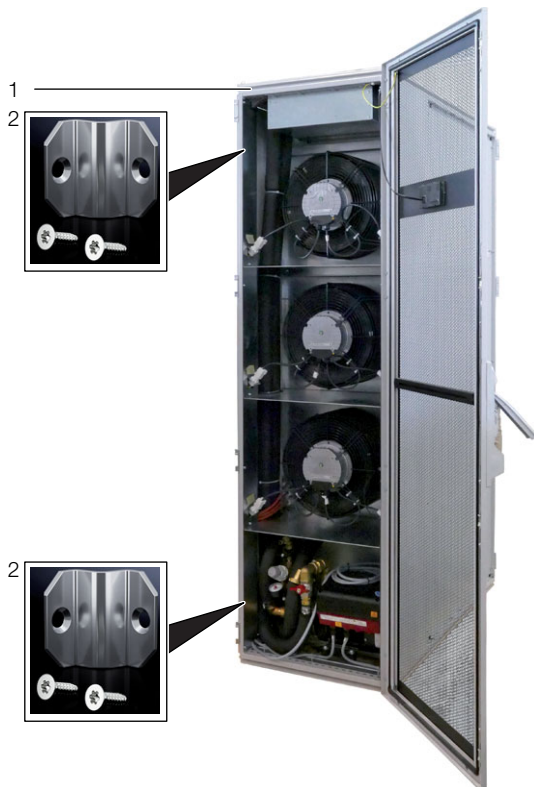

Abb. 12: Frontseite
- Befestigen Sie je zwei Anreihverbinder (Abb. 12, Pos. 2) mit den zugehörigen Befestigungsschrauben an den vorgesehenen Befestigungspunkten in den Montageleisten auf der Vorder- und Rückseite des LCP DX (Abb. 12, Pos. 1).